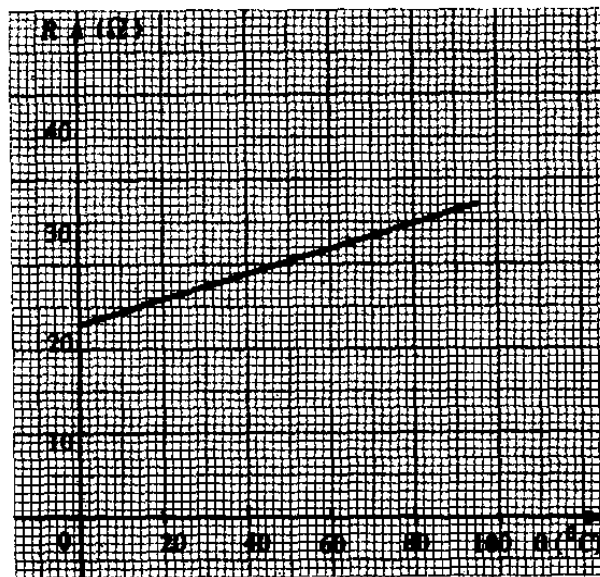

Fig. 10.13
10.13. O gráfico da Fig. 10.13 mostra o resultado obtido com a seguinte experiência: mergulhou-se um pedaço de fio de cobre num recipiente contendo água e mediu-se o valor de sua resistência elétrica, à medida que se aumentava a temperatura da água (e conseqüentemente a temperatura do fio de cobre).
10.15. A partir do gráfico da Fig. 10.13 calcule o coeficiente térmico da resistividade do cobre.